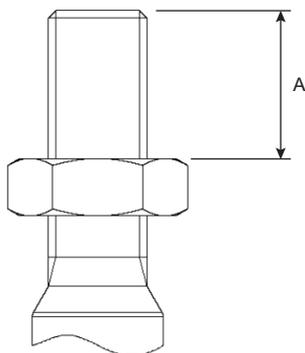

Fig. 4 Engate da rosca
- Ajuste a contraporca da haste da válvula na dimensão correta de Engate de Rosca "A" (Fig. 4 e Tabelas 3 – 5) para a combinação relevante de válvula e atuador.